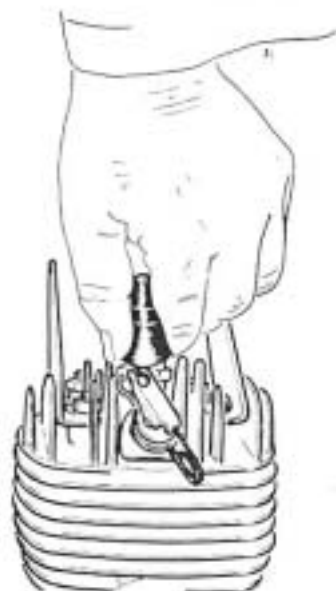

Fig. 13
- Retirer le capuchon de fil de bougie. Si vous éprouvez quelques difficultés, procéder de la façon suivante : enfoncer complètement le capuchon, le pincer à la base entre le pouce et l'index et le tirer verticalement (fig. 13).